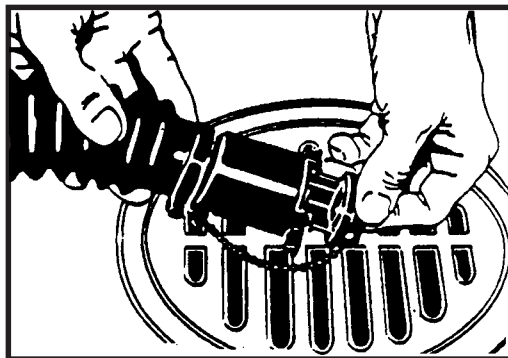

Abbildung 4
- d. Den Verschubstopfen nach links drehen, um die Schlauchöffnung freizulegen (Abb. 4)